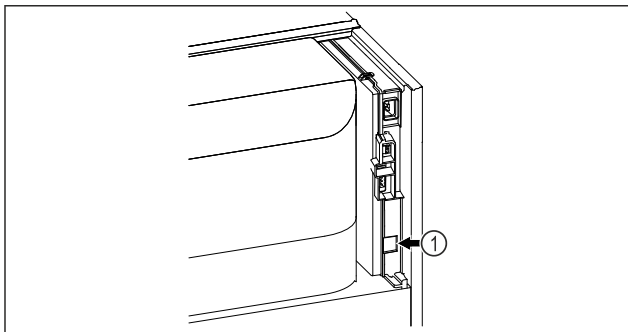

Fig. 97
- SmartModule Fig. 97 (1) è inserito.